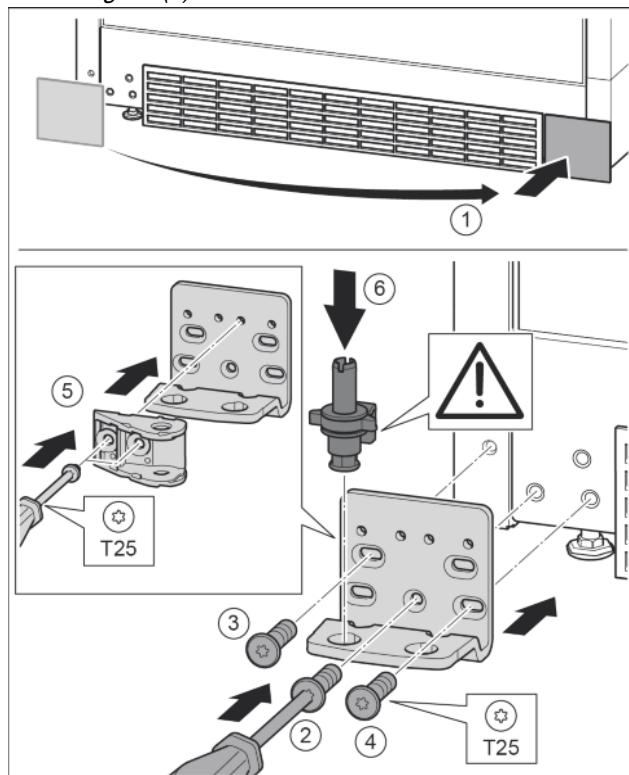

Fig. 36
- Снять крышку и поставить с другой стороны. Fig. 36 (1)
- Установить опорный кронштейн с другой стороны и прикрутить с помощью отвертки T25. Начинать с винта 2 в центре. Fig. 36 (2)
- Затянуть винты 3 и 4. Fig. 36 (3, 4)
- Повернуть соединительный элемент амортизатора закрывания дверей на 180°. Прикрутить с другой стороны опорного кронштейна с помощью отвертки T25. Fig. 36 (5)
- Снова установить опорный палец в сборе. При этом следить за тем, чтобы выступ фиксатора был направлен назад. Fig. 36 (6)